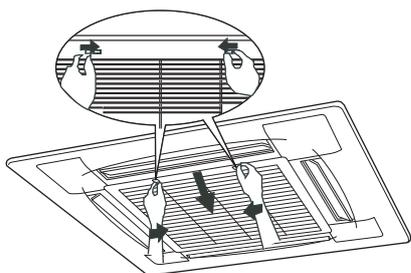
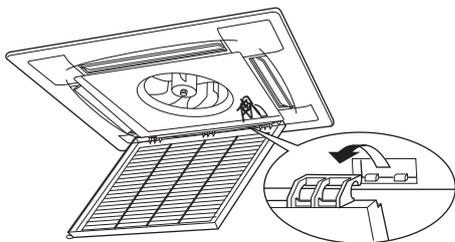

Fig.6-1
Fig.6-2
- ◆ Mueva los interruptores de la rejilla simultáneamente, como se indica en la Fig.6.1. A continuación, tire hacia abajo de la rejilla de entrada de aire (junto con el filtro de aire, como se muestra en la Fig. 6.2).
- 2. Saque la rejilla de entrada de aire (juntamente con el filtro de aire tal y como se muestra en la Fig.6-2.)